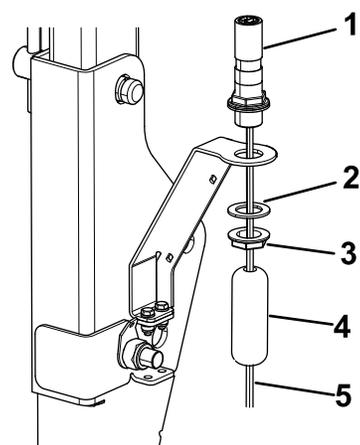

Figure 11
1. Montez le support du gyrophare sur la patte de fixation du gyrophare (Figure 11).